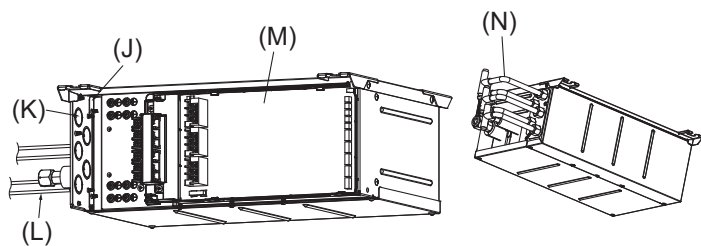

Fig. 8-6
- Lors de l'installation de la plaque de conduit (J), ne découpez que les orifices défonçables qui sont nécessaires au câblage (B). Découper des orifices défonçables inutiles pourrait provoquer des dégâts en raison de l'invasion de petites créatures ou autres.
- Lors de la découpe des orifices défonçables sur la plaque de conduit, veillez à n'engendrer aucune déformation ni distorsion sur la plaque. En outre, lors de l'installation de la plaque de conduit, veillez à ce qu'il n'y ait aucun intervalle entre la plaque et les tuyauteries ou les orifices de conduit, sans quoi cela pourrait provoquer une panne de la carte contrôleur en raison de l'invasion de petites créatures ou autres. (Fig. 8-6)